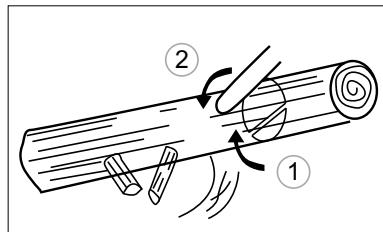

Рис. 21
2. В случая когато дънерът лежи върху опори с един край, отначало направете срез отдолу до 1/3 на диаметър на дънера за да избегнете разделяне. После завършете срез отгоре така, че той да съвпадне с първи срез, като избегате заклинване (рис. 21).